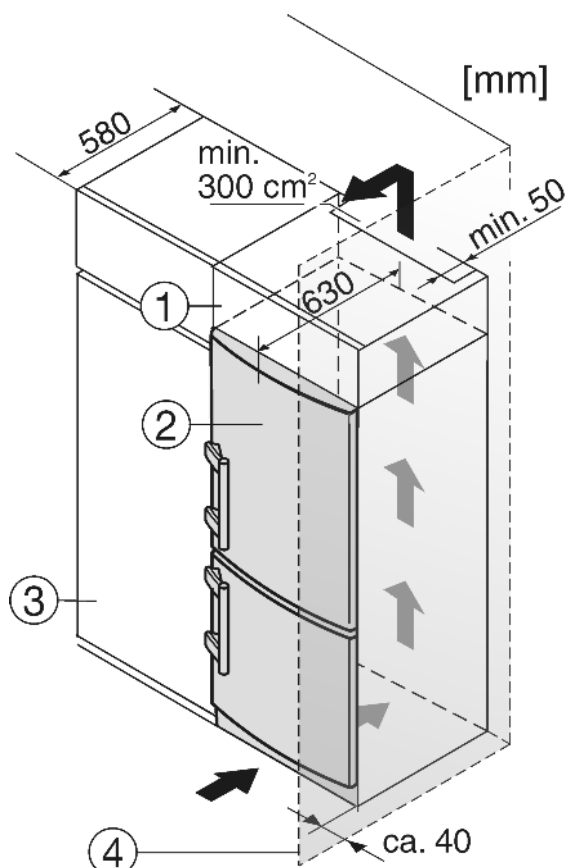

Fig. 9
- (1) Opbouwkast (3) Keukenkast
(2) Apparaat (4) Wand
Het apparaat Fig. 9 (2) kan worden ingebouwd in de keuken. Om het apparaat aan de hoogte van het keukenblok aan te passen, kunt u er een passende opbouwkast Fig. 9 (1) op plaatsen.
Bij ombouw met keukenkasten (max. diepte 580 mm) kan het apparaat direct naast de keukenkast Fig. 9 (3) worden opgesteld. De apparaatdeur springt opzij 34 mm en in het midden van het apparaat 50 mm uit ten opzichte van het keukenkastfront. Hierdoor is de deur zonder problemen te openen en sluiten.
Plaats u het apparaat met de scharnierkant naast een muur Fig. 9 (4), dan moet de afstand tussen apparaat en muur minstens 40 mm bedragen. Dit in verband met het uitsteken van de deurgreep bij een geopende deur.